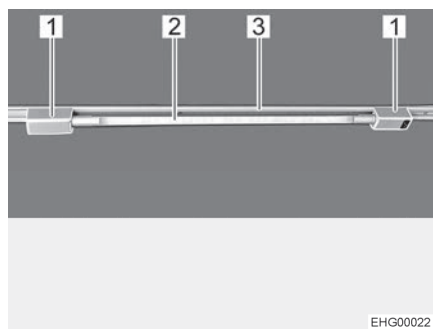

Bild 26 Lysrör
- Sätt in båda hållarna (Bild 26,1) i skenan (Bild 26,3). Vrid hållaren med 90°.
- Sätt in ljuskällan (Bild 26,2) i en av hållarna.
- Vrid på ljuskällan (Bild 26,2) tills önskad ljusstyrka har uppnåtts.